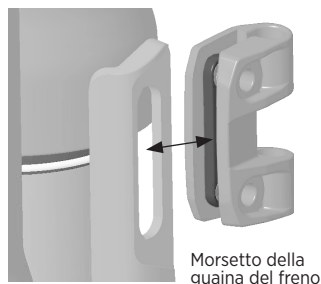

Figura 12: Installazione del morsetto sul supporto verticale
1. Installare il morsetto della guaina del freno sull'apertura con scanalatura del supporto verticale (Figura 12). Verificare che la sporgenza sul morsetto sia completamente inserita nella fessura della protezione.